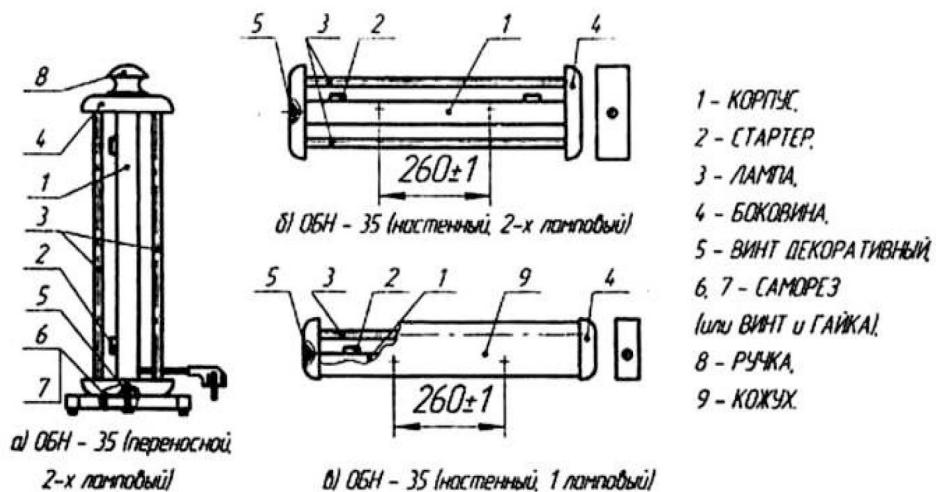

Рис. 2. Общий вид облучателей медицинских бактерицидных
- открутить винты (5), снять боковины (4);
- установить стартеры (2), для чего необходимо вставить их в патроны и повернуть по часовой стрелке до упора;
- установить лампы (3), для чего необходимо одновременно завести контакты лампы в патроны и зафиксировать их;
- установить боковины (4) и закрепить винтами (5).
1.1 Подсоединить облучатель к сети в соответствии с электрической схемой рис. 2.